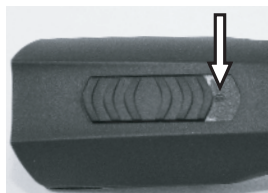

図 4 スイッチOFF位置
1. バリカンの (1) とバッテリーの (2) 部分に汚れや異物が無い事を確認してください。
2. バリカンのスイッチがOFFの位置(0)である事を確認してください(図4)。